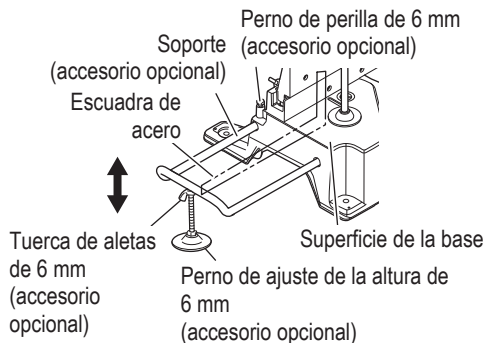

Fig. 15
- (1) Como se indica en la Fig. 15, utilice una escuadra de acero para alinear el borde superior de los soportes con la superficie de la base.
- (2) Después del ajuste, apriete con firmeza el perno de aletas y ajuste el soporte con la perilla de aletas de 6 mm (accesorio opcional). Si la longitud del perno de ajuste de altura de 6 mm es insuficiente, coloque una placa delgada debajo. Compruebe que el extremo del perno de ajuste de altura de 6 mm no sobresalga del soporte. (Fig. 15)